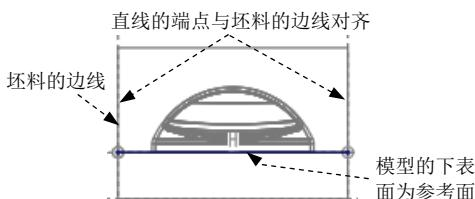
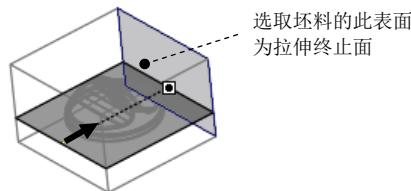

图 11.21 截面草图
图 11.22 选取拉伸终止面
(4) 绘制截面草图。选取图 11.21 所示的坯料的边线和模型的下表面为草绘参考；绘制如该图所示的截面草图（截面草图为一条线段）；完成特征截面的绘制后，单击“草绘”操控板中的“确定”按钮。
(5) 设置深度选项。
- ① 在操控板中选取深度类型 (到选定的)。
- ② 将模型调整到图 11.22 所示的视图方位，选取图中所示的坯料表面（阴影面）为拉伸终止面。